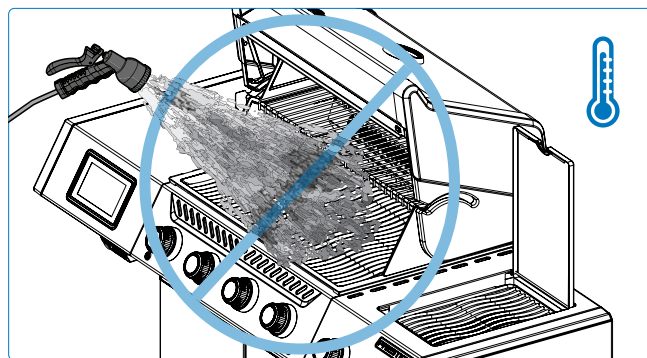

Fig. 16
1. Doof nooit een vlam of controleer steekvlammen met water (**Fig 16**).